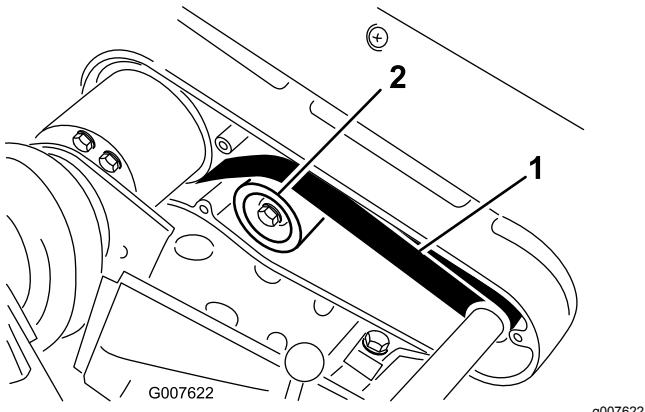

图40
- 使用 2226N 的作用力按压两个皮带轮图40中间位置的皮带检查皮带的张紧力。
- 松开怠轮皮带轮安装螺母并紧贴着皮带背面顺时针旋转怠轮皮带轮直至达到所需的皮带张紧力图40。